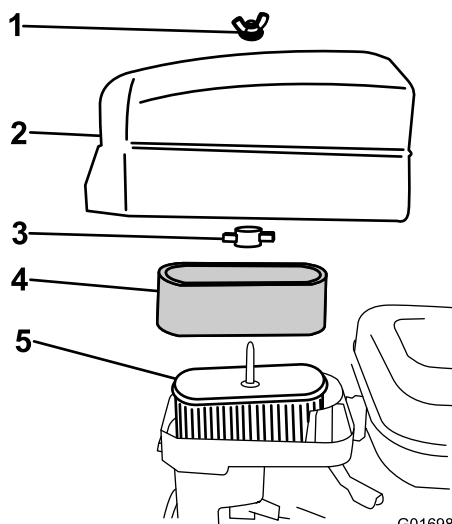

図 25
4. スポンジエレメントを点検し、汚れていればペーパーエレメント図 25から外して以下の方法で十分に洗浄する